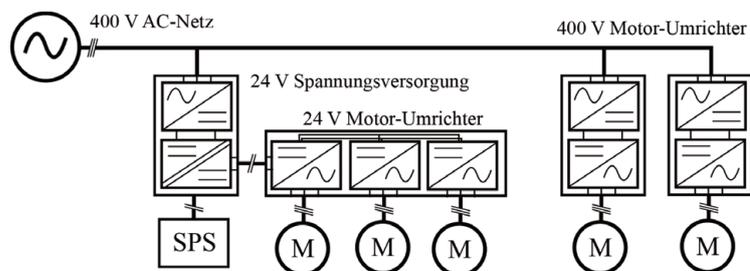

Abbildung 1: Blockschaltbild einer Anlage mit Verbrauchern und elektrischen Maschinen mit konventioneller AC-Anbindung.
Der Wechsel zu DC-Netzen kann bereits im Kleinen durchgeführt werden, beispielsweise für einzelne Industrieanlagen oder -maschinen. Es muss nicht die komplette Verteilung einer Fabrikhalle auf DC-Versorgung umgestellt werden, um von den genannten Vorteilen zu profitieren. Erste Schritte können erfolgen, indem Anlagenteile/Schaltschränke auf DC umgerüstet werden, die bisher intern mit Wechselspannung versorgt wurden. Abbildung 1 zeigt den Aufbau eines Systems, das konventionell über AC versorgt wird: ein 24V-Hilfsspannungsnetzteil und zwei Frequenzumrichter werden direkt aus dem 400 V AC-Netz gespeist.
Um den größten Nutzen aus DC-Netzen zu ziehen – wie verbesserte Effizienz, verringerte Anschlussleistung und optimale Ausnutzung der Bremsenergie durch Rückspeisung – ist eine Umsetzung mit Variante I oder IV empfehlenswert. Um dies zu belegen, hat Block in Zusammenarbeit mit einem Projektpartner Messungen an einer Industrieanlage mit 6kW Eingangsleistung durchgeführt, deren Aufbau in Abbildung 1 bzw. 2 gezeigt wird. Dabei wurde die mittlere Leistungsaufnahme in den folgenden Konfigurationen verglichen, sowohl im Betrieb unter Last als auch im Leerlauf:
- **I:** AC-Netz ohne Transformator, wie Abb. 1